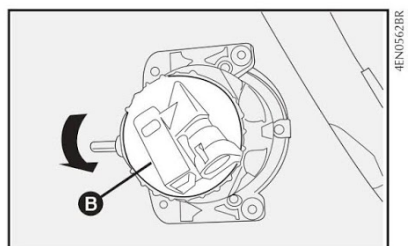

fig. 35
4) girar a tampa **B-fig. 35** no sentido anti-horário;